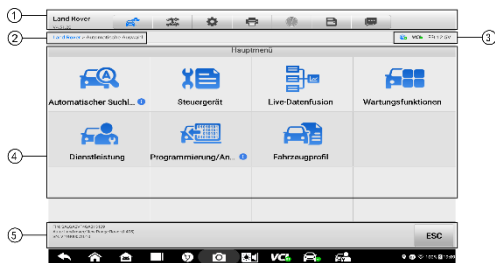

Abbildung 4-6 Hauptmenübildschirm
1. Tippen Sie im MaxiSys-Auftragsmenü auf die Schaltfläche **„Diagnose“** . Wählen Sie die entsprechenden Fahrzeuginformationen aus und gelangen Sie zum Hauptmenü (Abbildung 4-6).